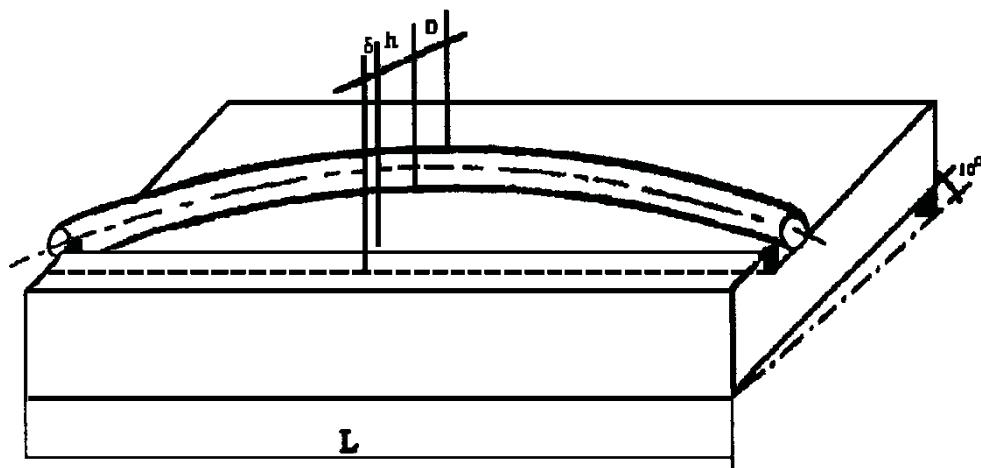

图 2
**测试步骤** 把要测试的玻璃管轻轻放在直角面上, 旋转玻璃管并始终保持玻璃管两端紧靠在直角边上, 转至玻璃管弯曲最大的部位。轻轻用力压住玻璃管, 用 0.02mm 精度的深度尺, 测量玻璃管外缘至直角边的距离 ( $h+D+\delta$ )。所测数值减去玻璃管直径 (D) 再减去  $\delta$  的差值即为 h (见图 2)。